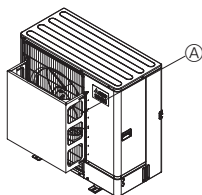

Fig. 2-3
- ② Installeer een optionele luchtgeleider als het apparaat wordt geïnstalleerd op een plaats waar krachtige windstoten bij storm etc. rechtstreeks de luchtuitlaat kunnen binnendringen. (Fig. 2-3)